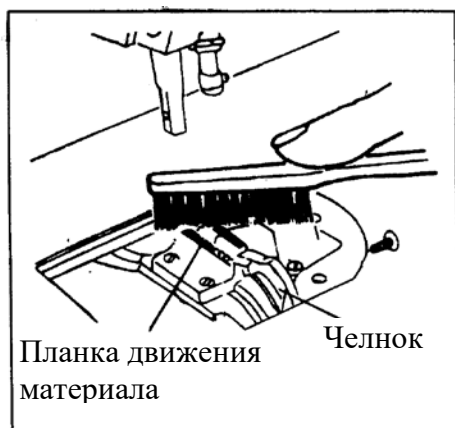

Рис. 31.
23. Регулярная чистка (рис. 31, 32, 33)
1) Чистка рейки движения материала (см. рисунок 31).